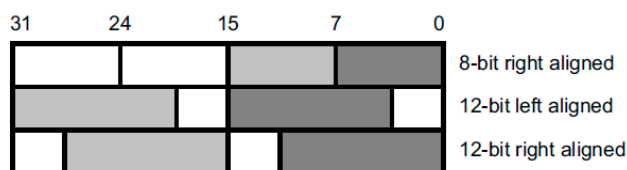

Figura 6 – Alinhamento de dados com canais duplos do DAC.
- Para utilização dos dois canais DAC, existem três possibilidades, conforme mostrado na Figura 6: